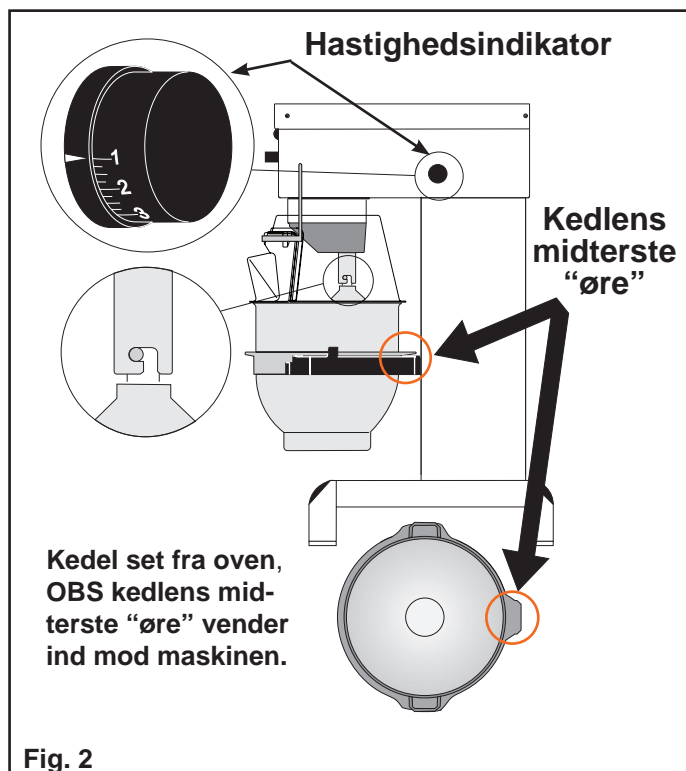

Fig. 2
- B** **OBS:** kedelarmene skal være i laveste stilling. Kedel placeres i kedelarmene. Kontroller at kedlen er skubbet helt tilbage i armene og at kedelringens midterste "øre" vender ind mod maskinen (**fig 2**). Røreværktøjet placeres i bajonetakslen. Tappen på værktøjet skal drejes helt ind i bajonethullet. Sikkerhedsskærmen lukkes
- F** Tryk på **↑** og **↓** til den ønskede hastighed er fundet, hastigheden aflæses på indikatoren på maskinens side (**fig.2**). Se også **"Anbefalede max. hastigheder (fig.1)**.